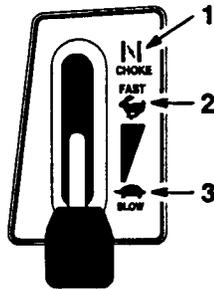

Bild 8
4. Den Gashebel auf "CHOKE" stellen (Bild 8).
2. Die Zündung auf "AUS" drehen (Bild 8).